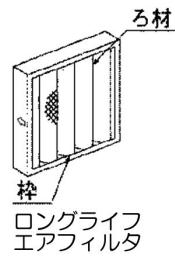

図3-20 中性能エアフィルタ
- セル型、薄型エアフィルタ、バグ型エアフィルタ、HEPA フィルタなど（図3-20参照）